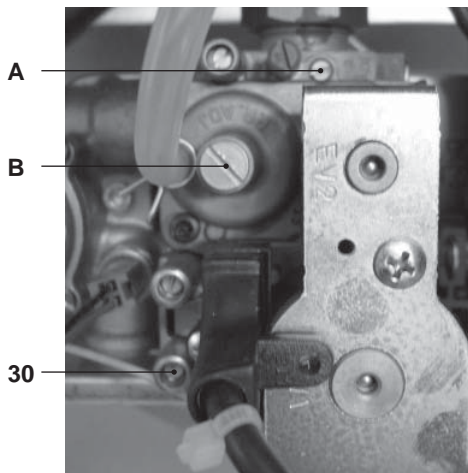

Figura 7.9
- A caldaia spenta (fuori servizio), controllare la pressione di alimentazione utilizzando la presa 30 in Figura 7.9 e confrontare il valore letto con quelli riportati nella tabella Pressioni di alimentazione gas nella sezione "Dati tecnici" pag. 22.
- Richiudere bene la presa di pressione 30 in Figura 7.9.
- Per tarare il CO_2 della caldaia (pressione del gas al bruciatore) svitare completamente il tappo in ottone di protezione B e agire sulla vite a brugola $\varnothing 4$ mm sottostante Figura 7.9, girando in senso orario il CO_2 aumenta.
- Se i due dati non coincidono agire sulla vite regolazione massimo RQ (A in Figura 7.9) della valvola gas e tarare il CO_2 allo stesso valore riportato nella tabella nella sezione "Dati tecnici" pag. 22. Girando in senso orario il CO_2 diminuisce.